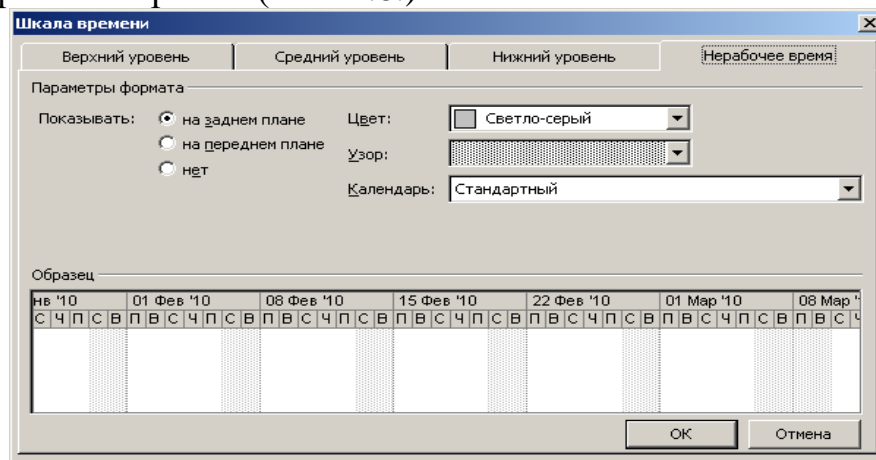

Рис. 2.8– Вкладка «Нерабочее время» діалогу «Шкала времени»
- Вибрати команду контекстного меню «Нерабочее время». На екрані з'явиться діалог «Шкала времени» з відкритою вкладкою «Нерабочее время» (Рис. 2.8.)